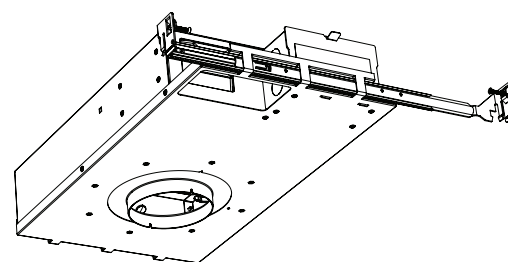

fig. 3
- Inserte la barra de colgado externa en las mismas hebillas del alojamiento, bloqueando las mitades interna y externa entre sí. Apriete el tornillo de bloqueo de la barra de colgado. Asegúrese de que el tornillo esté en la parte superior (consulte la fig. 3).
- Atornille los extremos de ambas barras en las viguetas de madera, fijando la caja en su lugar (consulte la fig. 3).